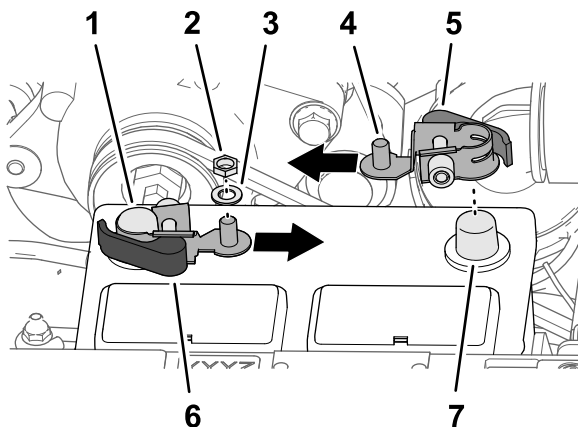

図 209
1. 赤色と黒色のハンドル式クイックコネクタクランプから、六角ナットとワッシャを外す 図 209。
3. クイックコネクタクランプを、バッテリーのマイナス端子に接続する 図 209 のように、クランプのねじ山付きポストをバッテリーの内側に向ける